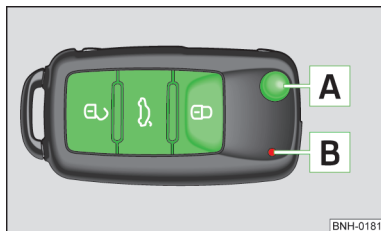

Fig. 28
**Bloquear/desbloquear mediante la llave con mando a distancia » fig. 28**
Si después de pulsar una tecla de la llave con mando a distancia, no parpadea el testigo de control rojo **B** » fig. 28, la pila estará descargada.